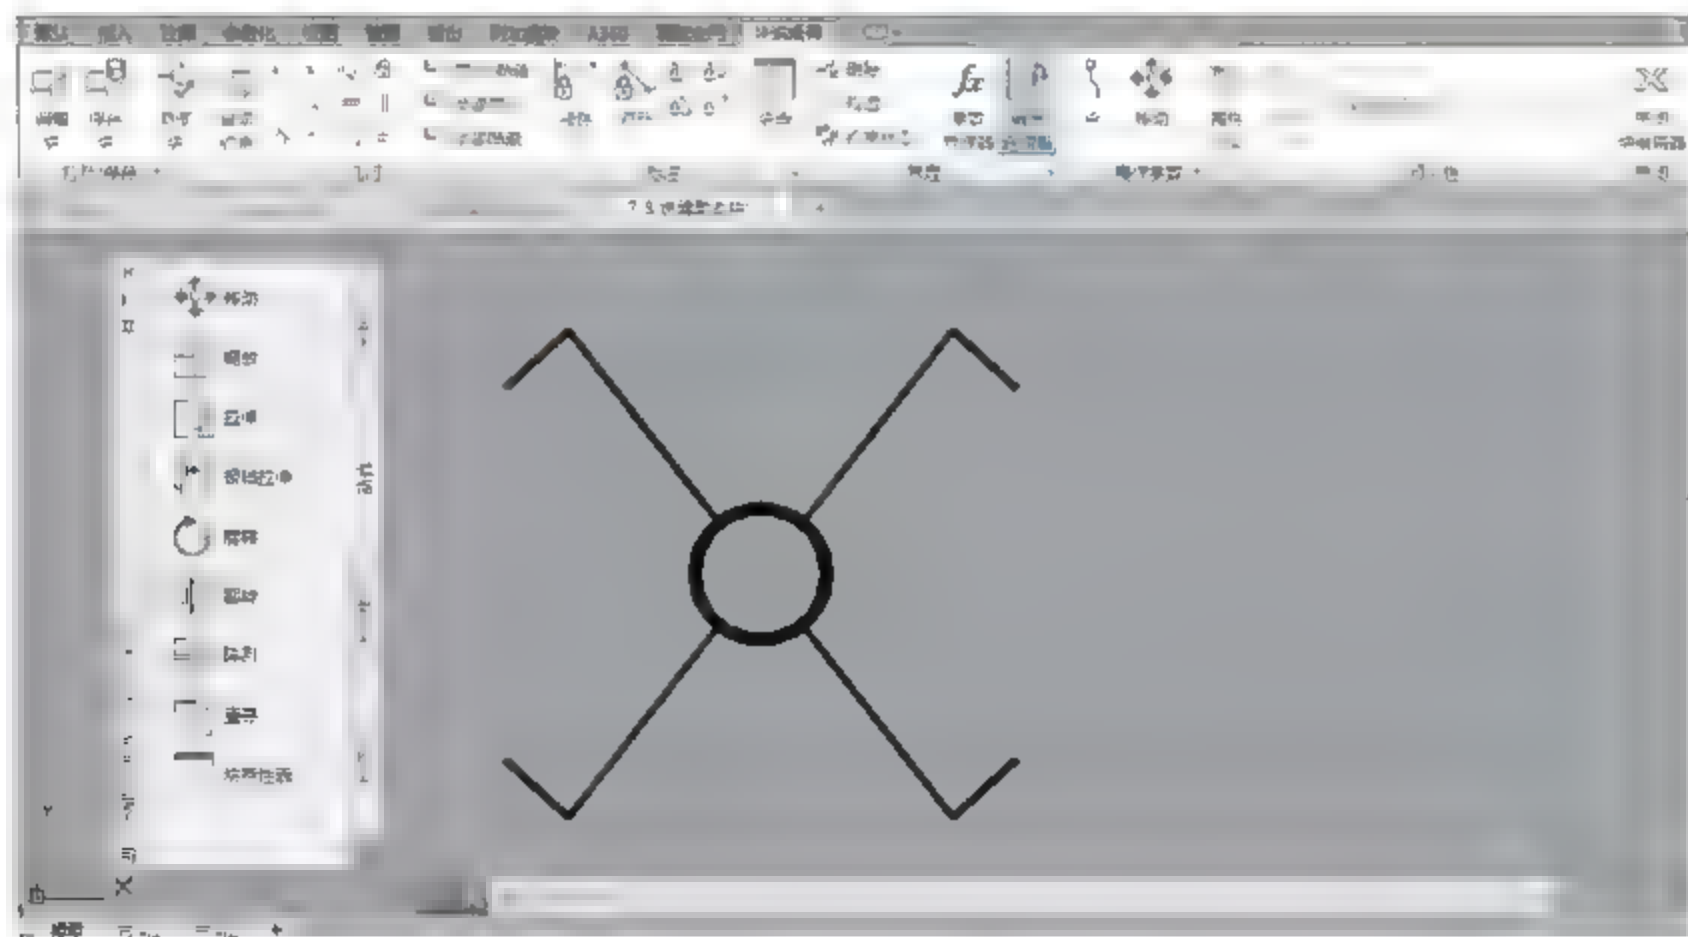

图7-65 【块编辑器】选项卡
**03** 单击【确定】按钮，打开【块编辑器】选项卡，此时绘图窗口变为浅灰色，如图7-65所示。